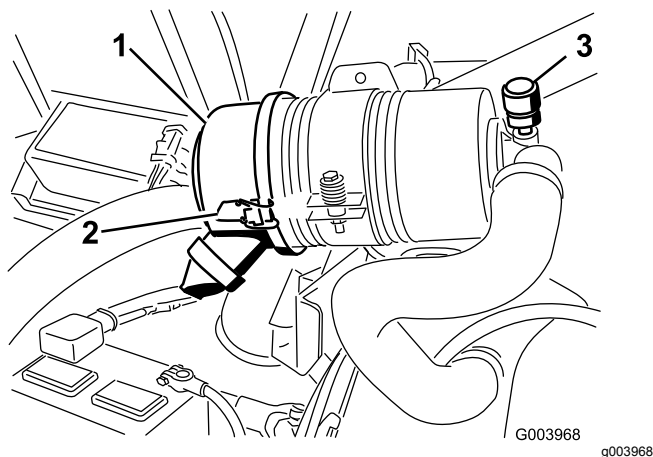

Figure 46
Faites l'entretien du filtre à air uniquement quand l'indicateur de colmatage (Figure 46) indique que cela est nécessaire. Changer le filtre à air prématurément ne fait qu'accroître le risque de contamination du moteur par des impuretés quand le filtre est déposé.
1. Desserrez les attaches qui fixent le couvercle sur le boîtier du filtre à air (Figure 46).